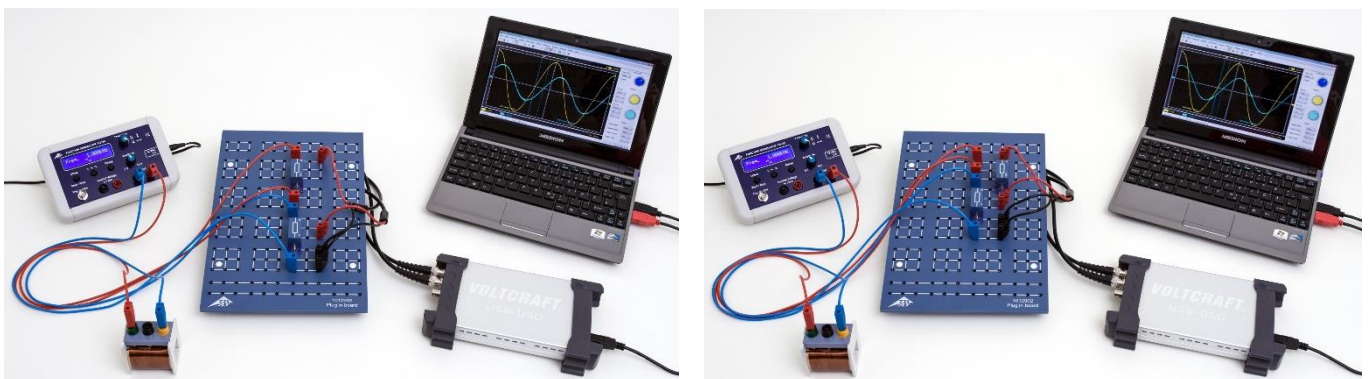

Fig. 1: Disposición de medición para la conexión en serie (derecho) y para la conexión en paralelo. (izquierdo).
- Ensamble el montaje de medición del circuito en serie (fig. 1, izquierda) según el diagrama (fig. 2) con  $R_m = 1 \Omega$ ,  $R = 100 \Omega$  y la bobina  $N$  de 1200 espiras /  $L = 23,0 \text{ mH}$ .
- Ensamble el montaje de medición del circuito en paralelo (fig. 1, derecha) según el diagrama (fig. 3) con  $R_m = 1\ \Omega$ ,  $R = 100\ \Omega$  y la bobina  $N$  de 1200 espiras /  $L = 23,0\text{ mH}$ .